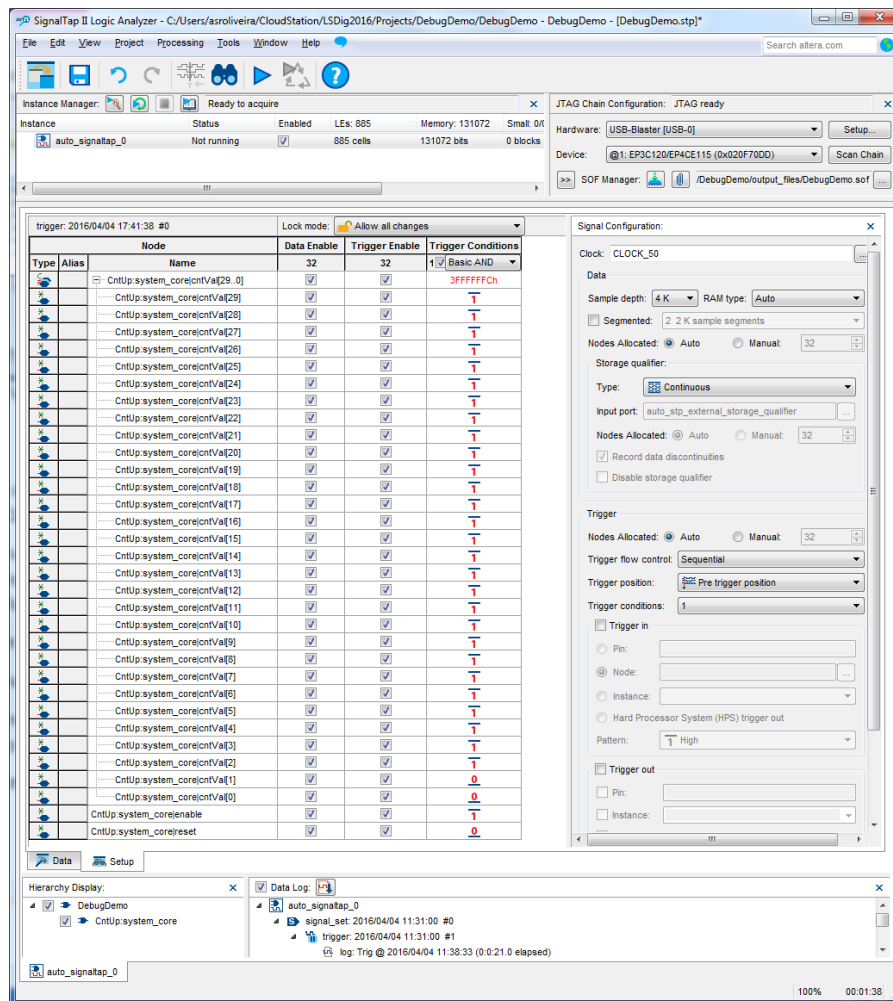
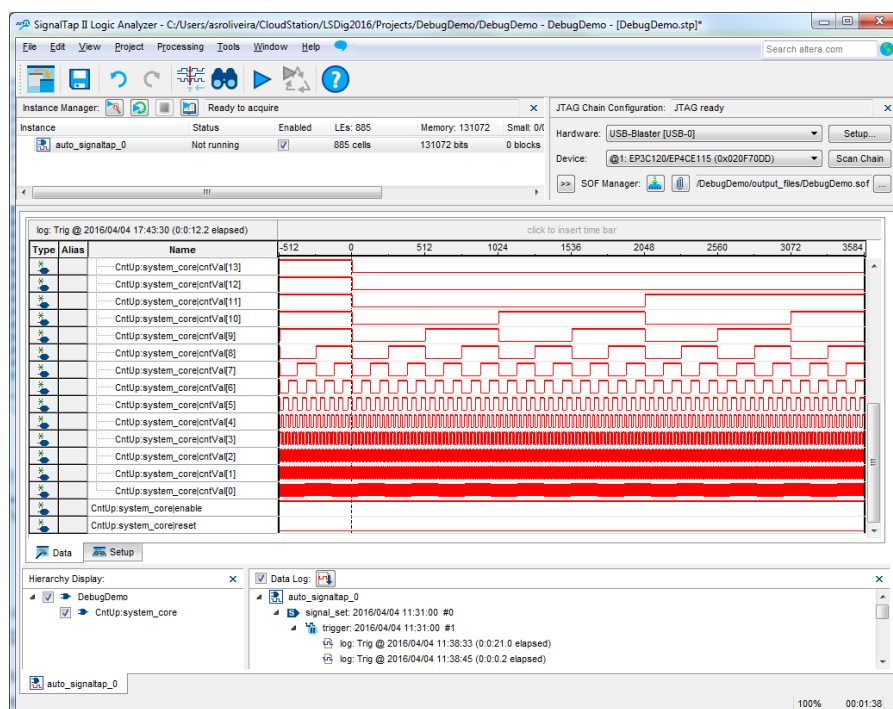

Figura 26 – Configuração do instante de disparo da captura (*trigger*) com base no valor dos sinais *reset*, *enable* e *cntVal*.
Figura 27 – Janela “Data” da aplicação “SignalTap Logic Analyzer” depois de uma nova aquisição, onde foi capturado o *wrap-around* do contador.
**10.** Podem ser visualizados instantes particulares da contagem se forem definidas condições de *trigger* mais restritas. A título de exemplo, pode ser visualizado o instante de *wrap-around* do contador através da atribuição do valor “11...100” a *cntVal*, o que leva a que a captura seja disparada três ciclos de relógio antes do contador voltar à contagem “00...00” (Figura 26). Volte a executar o comando “*Processing* → *Run Analysis*” para efetuar a captura (Figura 27).